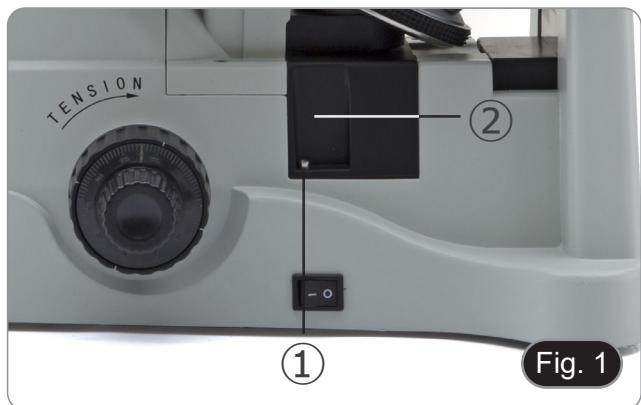

Fig. 1
1. Dévisser la vis ① de chaque côté du microscope pour retirer les couvercles en plastique ②. (Fig. 1)